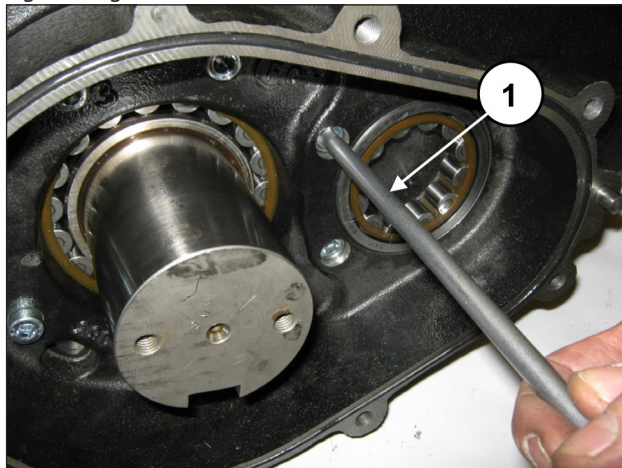
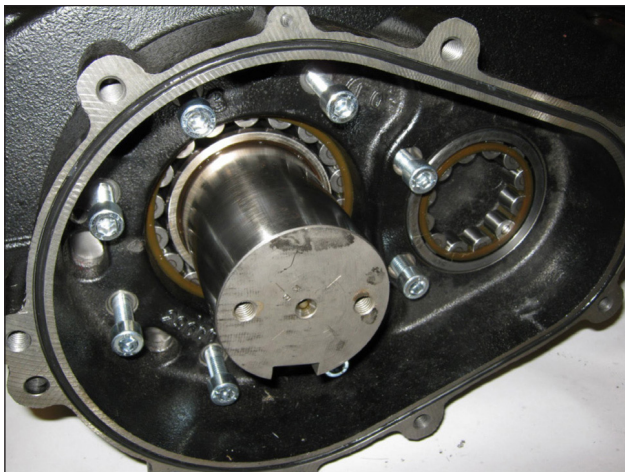

Fig. 21
Fig. 22
Solte os parafusos de fixação da caixa do redutor (pos. ①, Fig. 21 e Fig. 22).